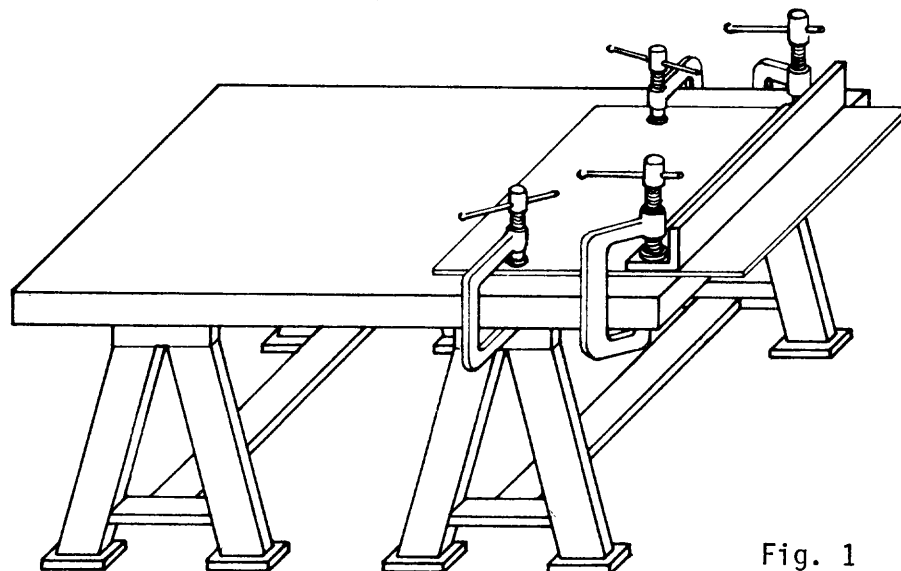

Fig. 1
- c Fije el perfil angular contra la chapa y el mármol por medio de prensas manuales (fig. 1).